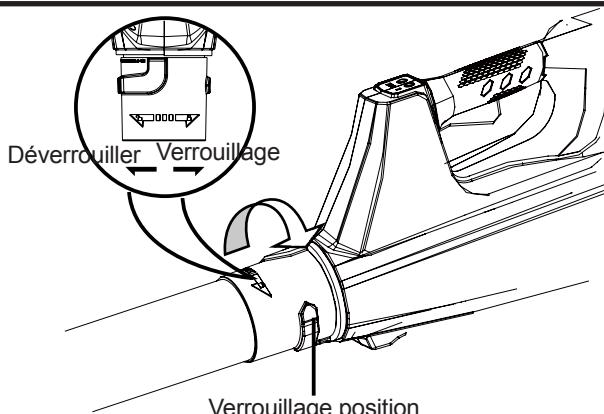

Fig. 3
2. Tournez le tube dans le sens de flèche jusqu'à ce que les deux boutons glissent dans la position de verrouillage(Fig. 3).